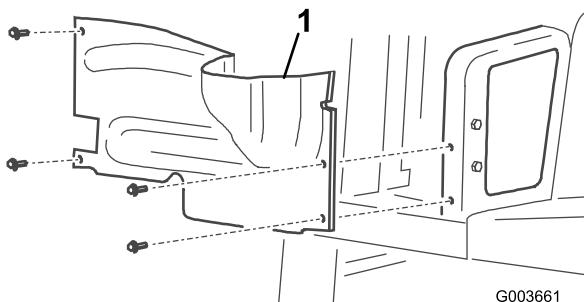

Рисунок 2
7. Снимите 4 болта, которые крепят кожух правого колеса к раме, и снимите кожух (Рисунок 2).